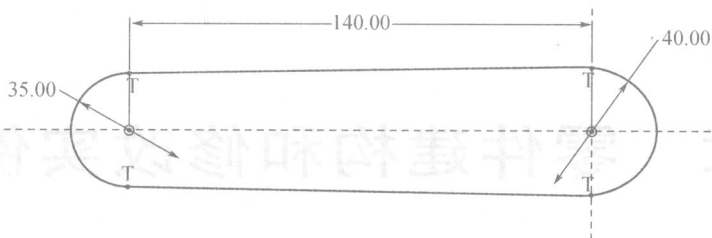

图 7-2
① 单击拉伸按钮→【Placement(放置)】→【Define(定义)】→点选“FRONT”作为草图平面→【Sketch(草绘)】进入草绘环境→单击,关闭平面的显示→绘制如图7-2所示的草图。